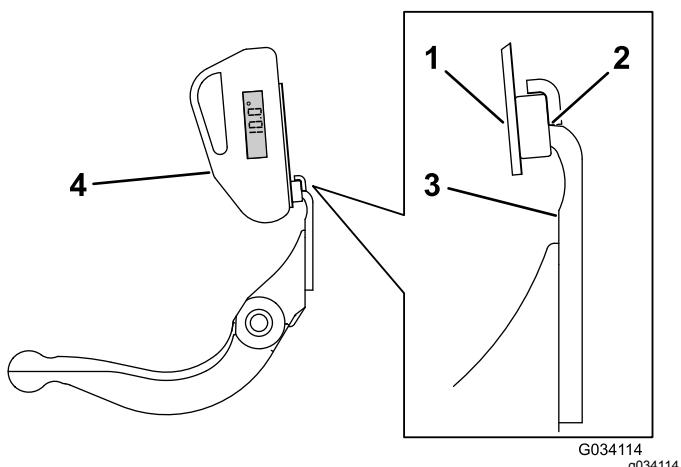

Figura 28
- Coloque a montagem do indicador de ângulo na extremidade da lâmina de corte para que a extremidade do íman fique alinhada com a extremidade da lâmina de corte (Figura 28).
- Coloque o indicador de ângulo na montagem, como se mostra na Figura 28.